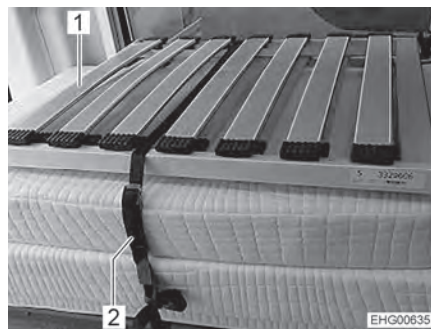

Fig. 39 Cama trasera (posición de transporte)
- Soltar el cinturón de retención (Fig. 39,2).
- Depositar los somiers (Fig. 39,1) uno detrás de otro encima del pasillo central (en los listones del armario inferior).
- Apilar los cojines y somiers sobre el armario inferior izquierdo del modo mostrado en Fig. 39.
- Retener los cojines y somiers con el cinturón de retención (Fig. 39,2). Para ello, pasar el cinturón de retención por las argollas previstas y colocarlo alrededor de los cojines y los somiers en forma de lazo.